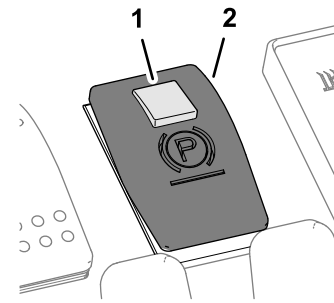

Figura 6
- Para poner el freno de estacionamiento, deslice hacia atrás el botón pequeño de bloqueo de la parte superior del interruptor, y presione el interruptor hacia adelante (Figura 6).